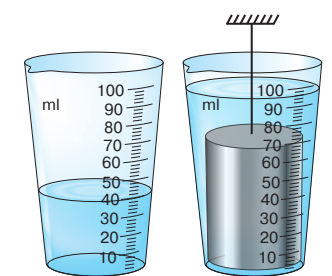

Fig. 4
- (4 baluri) Determinați, care a fost temperatura inițială a unui cilindru din alamă (fig. 4), dacă după scufundarea lui apa din cilindru gradat s-a răcit de la 37 până la 20 °C. Pierderile de energie neglijați-le.